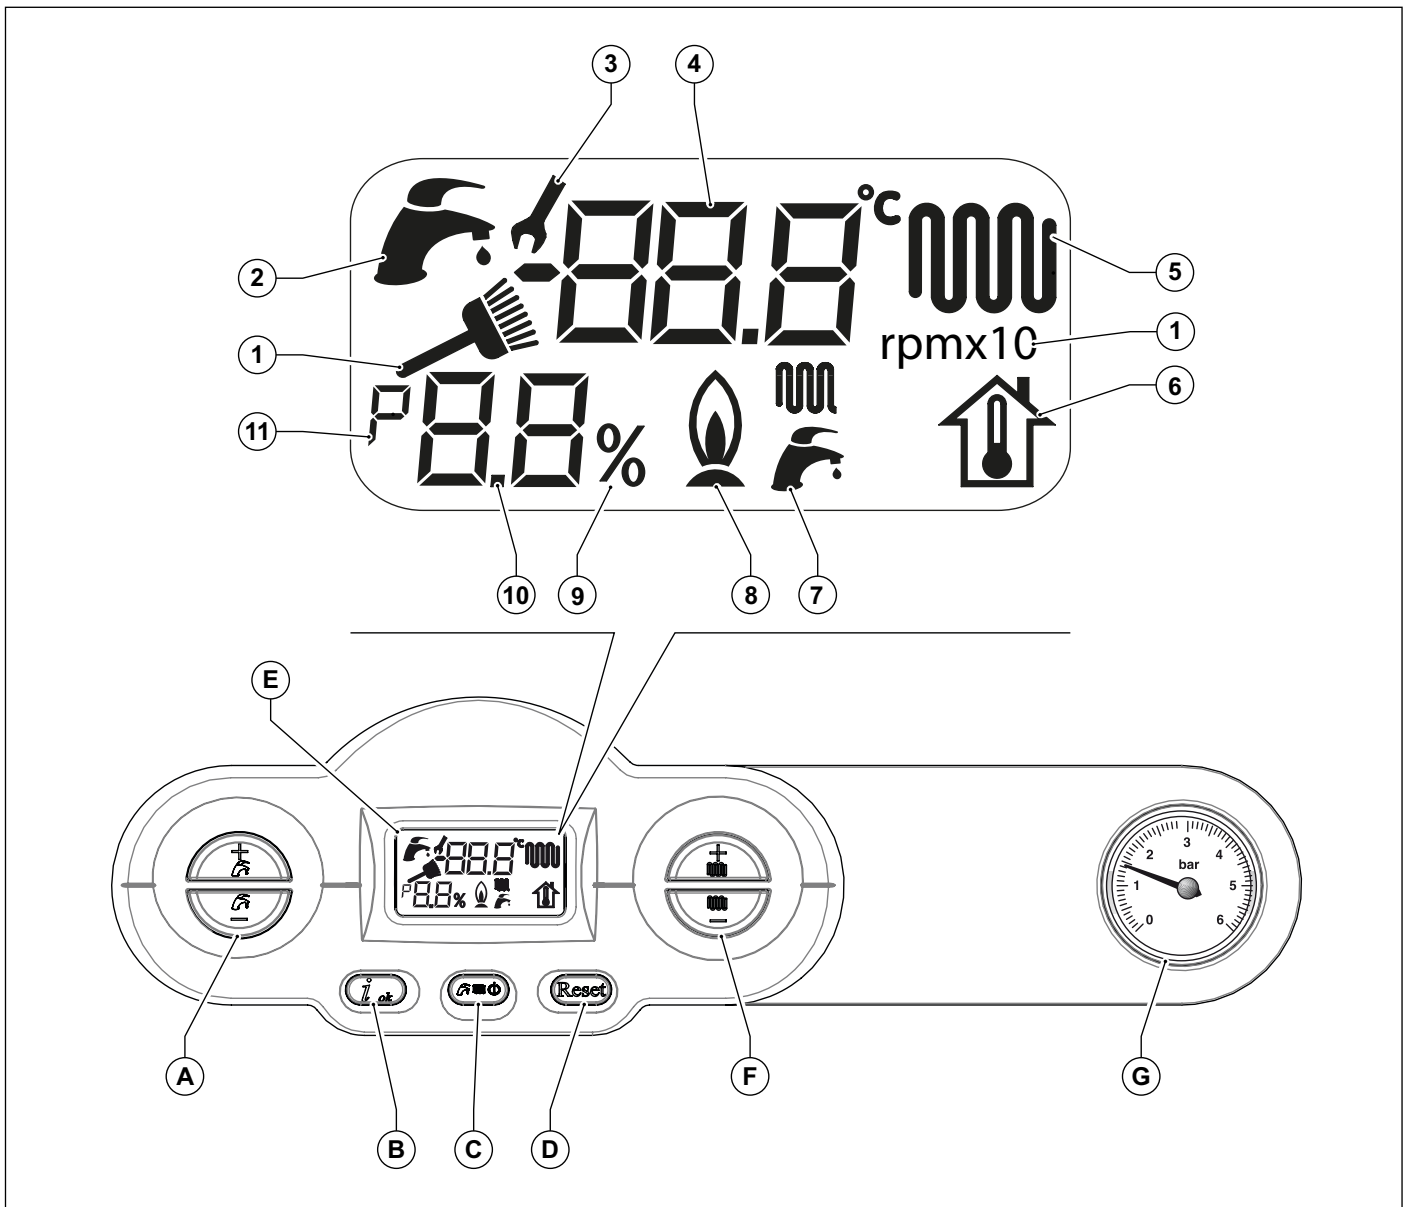

Fig. 1 Panel de regulación
- Seleccionar el sistema de funcionamiento de la caldera: OFF/VERANO/ INVIERNO/SÓLO CALEFACCIÓN (ver tecla (C) en la Fig. 1 Panel de regulación en la página 9).